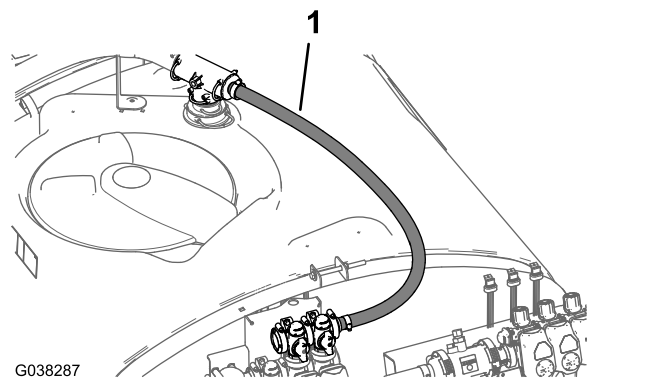

Bild 69
- Verlegen Sie den Überlaufschlauch zum Sicherheitsventil, das sich über dem Hauptsprühventil befindet, wie in Bild 69 abgebildet.
- Befestigen Sie das gerade, gezahnte Anschlussstück mit einer Flanschklemme (40 mm bis 64 mm) am Sicherheitsventil Bild 69.